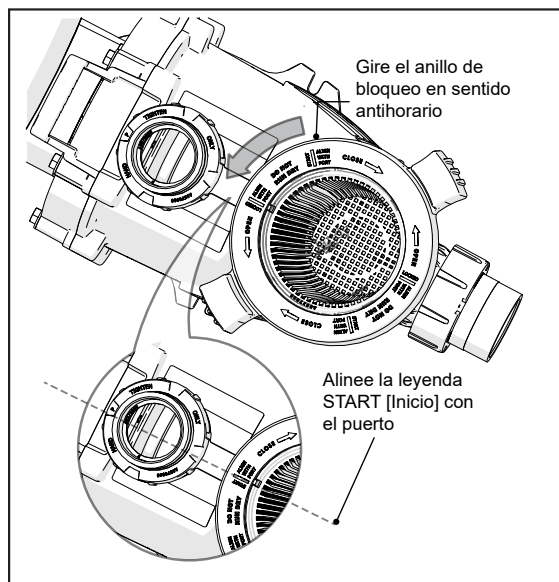

Figura 16. Desconectar el anillo de bloqueo
4. Siga las marcas del anillo de bloqueo y gire el anillo en sentido antihorario hasta que las marcas de “START” (Inicio) se alineen con los puertos. Consulte la Figura 16.